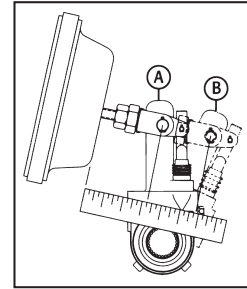

Figura 5 – Medición de la carrera máxima
3. Con una regla, mida la distancia desde la cara de la cámara de aire hasta el centro del pasador grande en la horquilla. Vea A en la Figura 5. Accione el freno a 90 psi y permita que la varilla de empuje de la cámara de aire recorra su carrera máxima. Mida hasta el centro del pasador grande en la horquilla. Vea B en la Figura 5. La diferencia entre las medidas A y B es la carrera de la varilla de empuje. Verifique la siguiente tabla, Figura 6, para conocer la carrera máxima adecuada después del ajuste de los frenos.